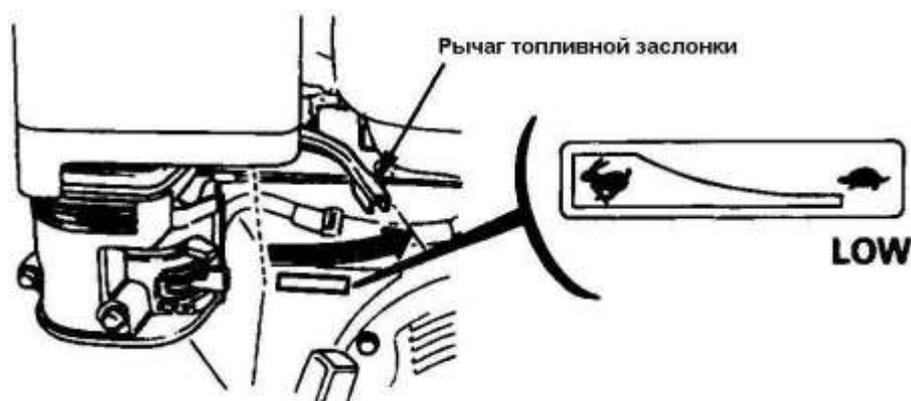

Рисунок 10 – Рычаг топливной заслонки
- поверните рычаг топливной заслонки до отказа вправо (рисунок 10);